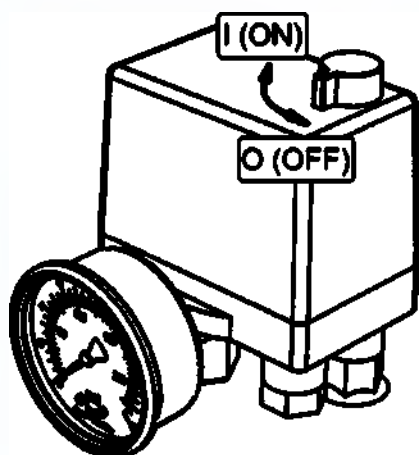

Рисунок 4
- Проверьте, чтобы выключатель на реле давления находился в выключенном положении "O" или "OFF", в зависимости от исполнения (рис. 4).
- Выключить компрессор выключателем **3** на реле давления (рис. 5-6). Для этого необходимо переключить выключатель в положение "О" или "OFF", в зависимости от исполнения (рис. 4). После этого остановится двигатель и произойдет сброс давления из нагнетательного воздухопровода и поршневого блока.
- Переключите выключатель **3** на реле давления в положение "O" или "OFF", в зависимости от исполнения (рис. 4).